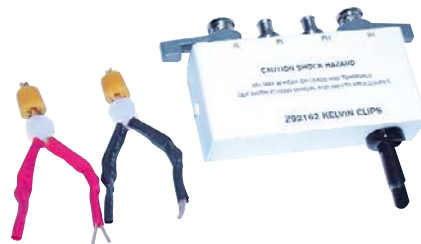

Рис. 6. Зажим-адаптер АМ-3001-КС
- четырехпроводный зажим-адаптер АМ-3001-КС (рис. 6);